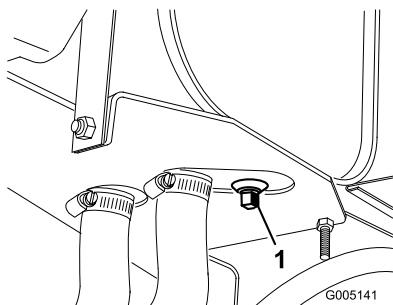

Bild 47
1. Entfernen Sie die Ablassschraube (Bild 47) und lassen das Hydrauliköl in ein Auffanggefäß ab. Schrauben Sie die Ablassschraube wieder fest ein, wenn keine Flüssigkeit mehr ausströmt.